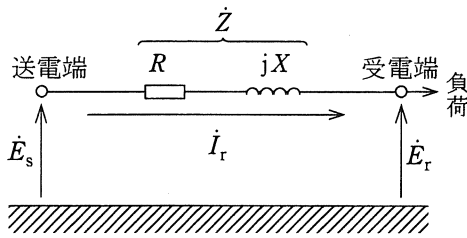
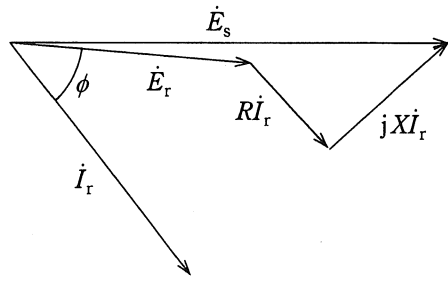

図 1
図 2
送電線路のこう長が短く、静電容量を無視でき、等価的に図1のように表される送電系統について考える。一般の負荷は遅れ力率であることが多いため、受電端の負荷が大きいときの電圧、電流のベクトルは図2のようになり、送電端電圧よりも受電端電圧が低くなる。ここで、線路が非常に短く送電端と受電端の間の  (1) が無視できるほど小さいとすると、 $E_s =$   (2) と近似計算できる。図1において、 $R=0.02$  [p.u.]、 $X=0.4$  [p.u.]、 $E_r=1.0$  [p.u.]、 $I_r=0.7$  [p.u.]、 $\cos\phi=1.0$  とすると、送電端電圧の近似式  (2) による計算では  (3) [p.u.] の誤差を生じる。